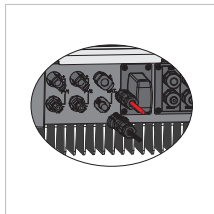

Abb. 33
- **Batterieanschluss:** Stellen Sie sicher, dass die Polarität (+/-) zwischen EH-Wechselrichter und Batterie nicht umgekehrt ist (siehe Abb. 33).